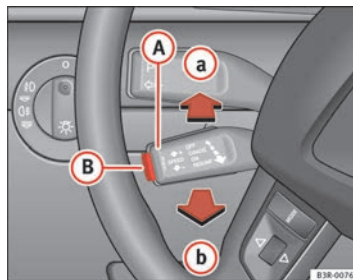

Abb. 141 Bedienelemente der Geschwindigkeitsregelanlage
- drücken Sie den Hebel (A) ⇒ Abb. 141 bis auf die Position (a) (nicht gerastet).